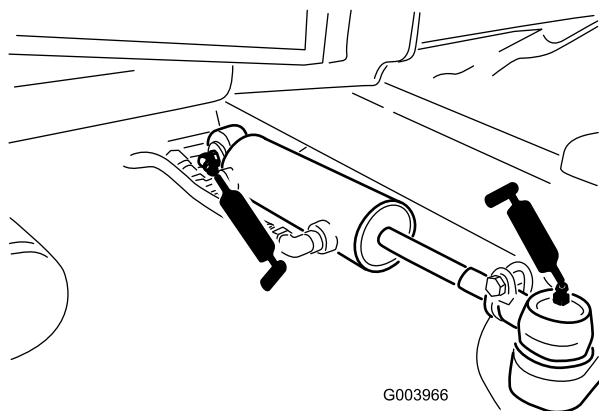

Figura 56
- Articuciones esféricas del cilindro de dirección (2) (Figura 56)